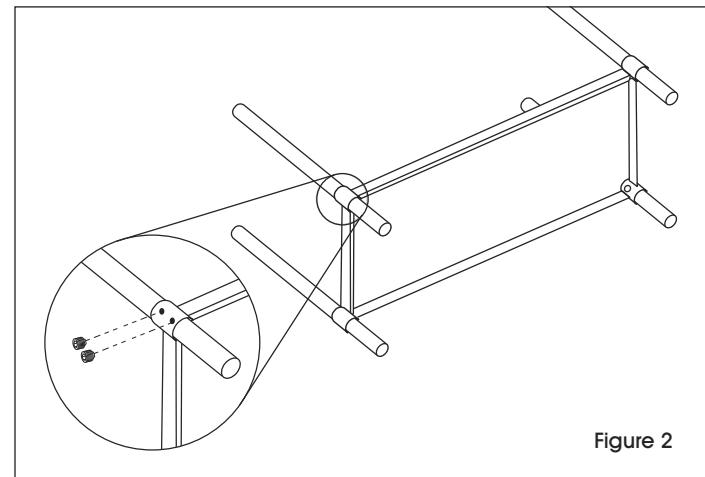

Figure 2
- Fixez les pieds à la tablette inférieure avec les vis de réglage et la clé Allen de 5/32 po. (Voir Figure 2)